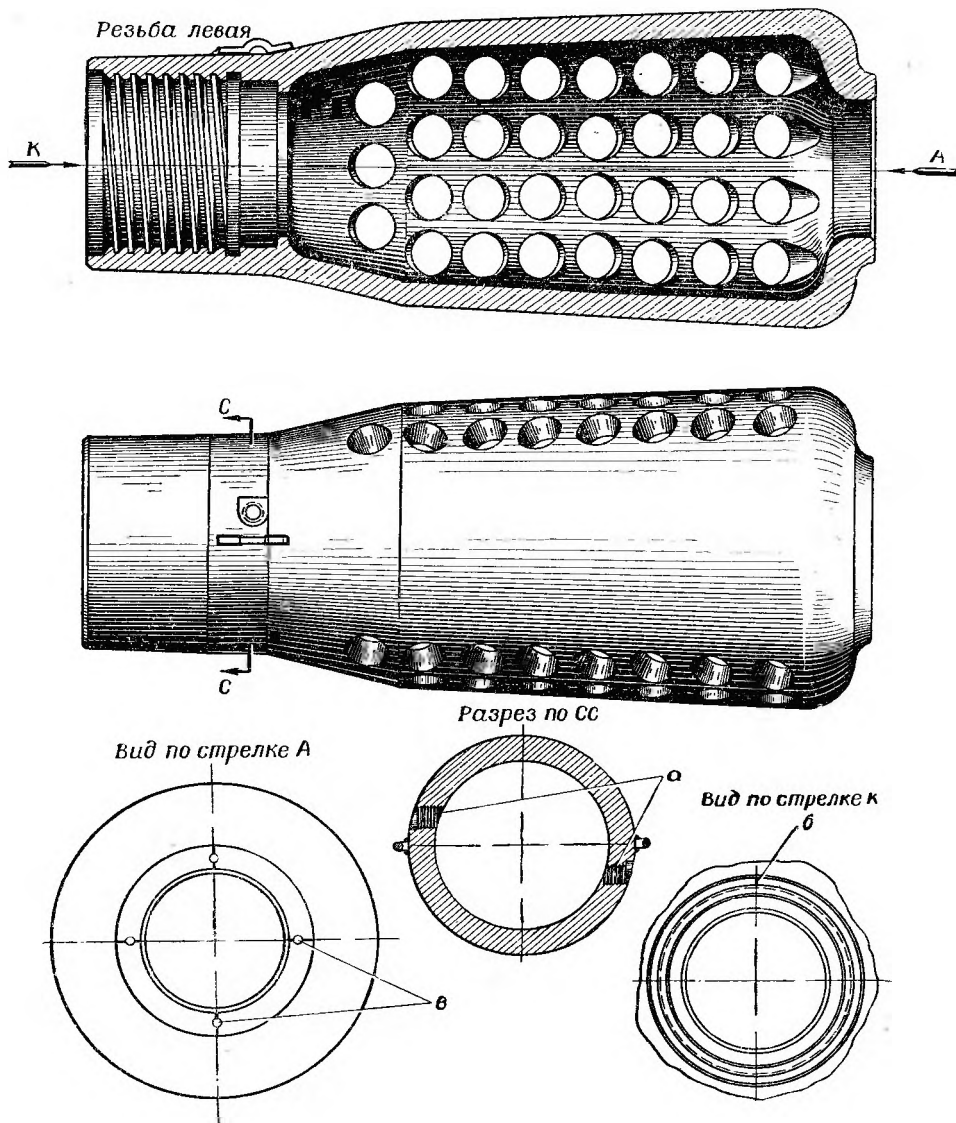

Рис. 12. Дульный тормоз:
**Дульный тормоз** (рис. 12) предназначен для дополнительного поглощения энергии отката за счет получения силы торможения отката, развиваемой выходящими из канала пороховыми газами при встрече их с перемычками отверстий тормоза.
На переднем торце дульного тормоза имеются взаимно перпендикулярные риски в (рис. 12) и отверстия для закрепления нитей перекрестия при проверке прицельных приспособлений.